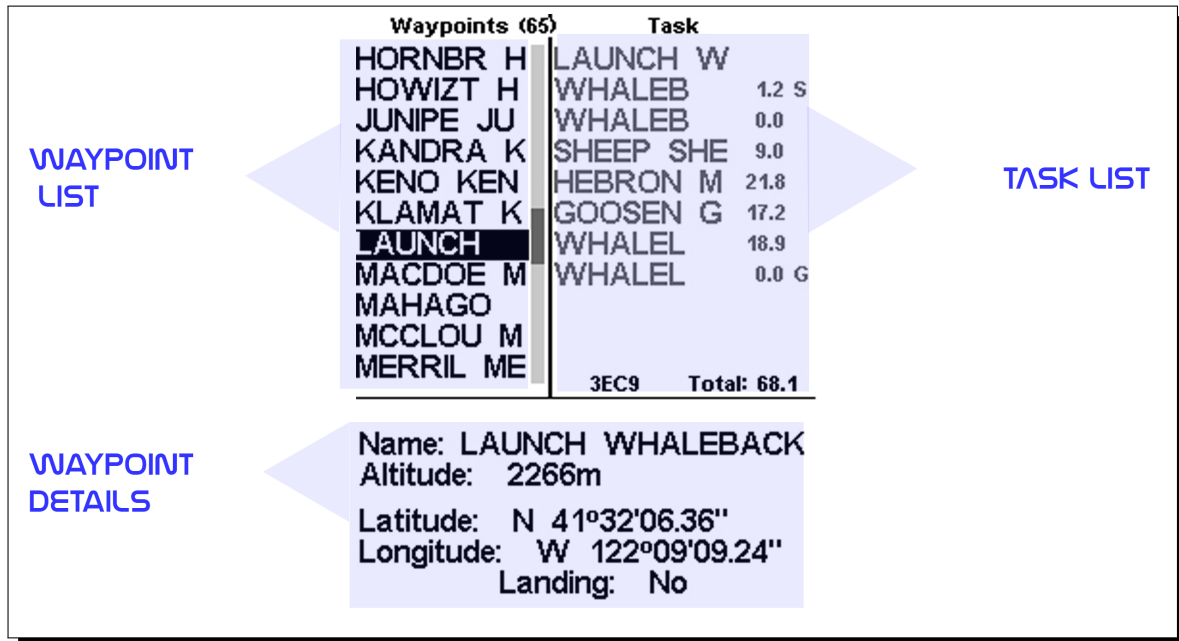
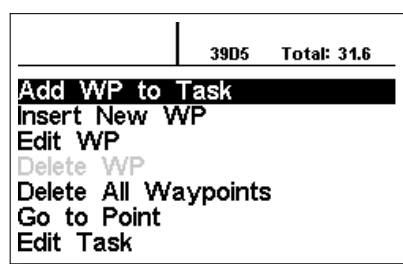

FIGURE 4.2 – Écran des balises et des Manche
FIGURE 4.3 – Menu d'actions pour les balises
La page des balises/Manche permet à l'utilisateur de gérer les balises (waypoints) et de définir une route/manche (task). Comme indiqué sur la Figure 4.2, la page est divisée en 3 zones, à savoir la liste des balises (WL), la liste des Manche (TK) et des détails/liste d'options de la balise sélectionnée (DO). La zone DO peut changer selon le sous-menu dans lequel vous vous trouvez. Elle peut afficher spécifiquement les données de la balise sélectionnée ou la liste d'actions possibles pour les balises. En entrant sur la page, la zone des balises est activée. En haut de la page, à côté du titre Waypoints se trouve le nombre total de balises sauvegardées dans l'appareil LIVE SD¹. La première balise de la liste est en surbrillance et des données correspondantes à cette balise s'affichent dans la zone DO. A mesure que le curseur se déplace sur une autre balise, les données changent pour correspondre à la nouvelle balise sélectionnée. Si la liste des balises est vide, une liste d'actions possibles s'affiche dans la zone DO. Puisqu'aucune balise n'existe, seulement l'action *Insert nouveau Balise* est disponible. En appuyant sur la touche ENTER quand une balise est sélectionnée, vous activez le menu d'action pour la balise (WAM). Une liste avec les actions disponibles est affichée dans la zone DO Figure 4.3.
Les options WAM disponibles apparaissent en noir, les autres en gris. Par exemple, dans la Figure 4.3,